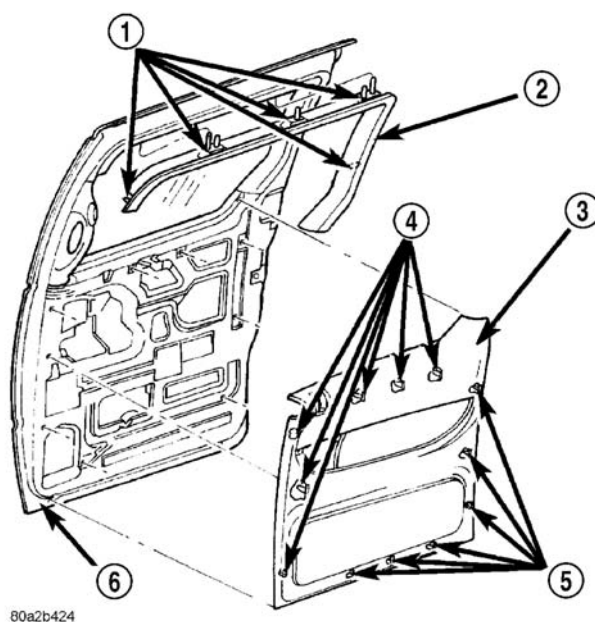

图 18 滑动门装饰板
- （4）拆开将装饰板固定至车门上缘及周围的按钉式扣件（图 18）。
- （3）装上按钉式扣件，将装饰板固定至车门上缘及周围的车门板上（图 18）。